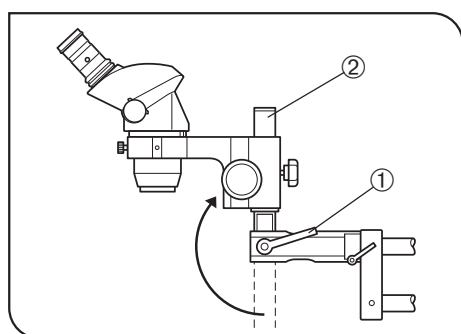

Fig. 20
5. Osservando campioni alti o utilizzando una lente ausiliaria con distanza di lavoro lunga, allentare la leva di bloccaggio dell'inclinazione ①, ruotare di 180° verso l'alto la colonna ② e montare il microscopio sul braccio orizzontale. (Fig. 20)